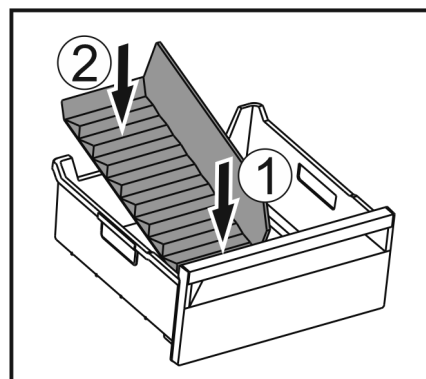

Fig. 150
- Vorderen Teil des Eisfach-Trenners einsetzen. Fig. 150 (1)
- Hinteren Teil des Eisfach-Trenners bis zum Schubfachboden absenken. Fig. 150 (2)